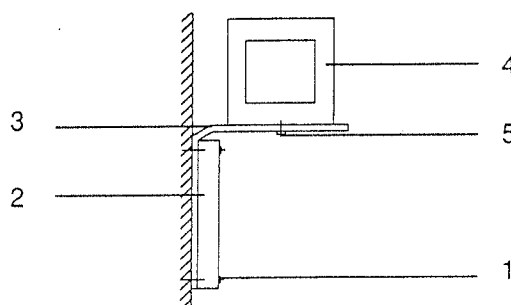

Fig. 3 Montage sur console
- Desserrer les six vis (1, fig. 3) et enlever la plaque en plastique (2).
- Mettre la console (3) au caisson, placer la plaque en plastique en dessus et, la fixer au moyen des six vis.
- Placer l'enregistreur par points à six couleurs (4) sur la console et le fixer à l'aide de l'écrou moleté (5).